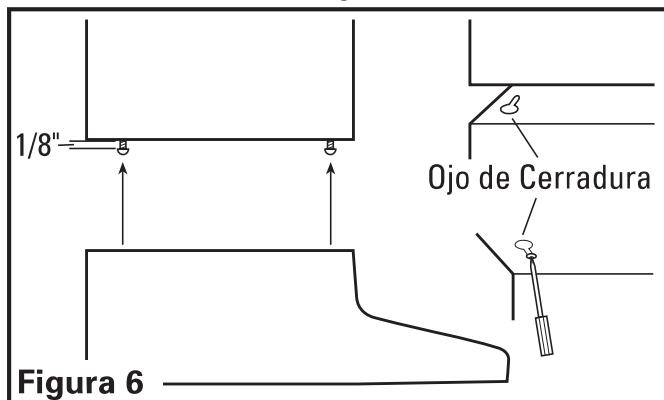

Figura 6
- Instale los 4 tornillos montantes en las ubicaciones previamente marcadas. Deje un espacio libre de aproximadamente 1/8". Deslice la campana hasta colocarla en su lugar a través de los orificios con forma de ojo de cerradura y alinee el frente de la campana para que esté al mismo nivel del frente de los gabinetes. Ajuste firmemente todos los tornillos (**Figura 6**).